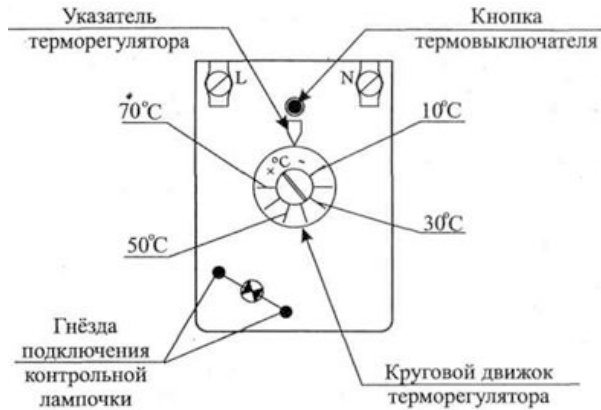

Рисунок 2 - Вариант лицевой панели термостата
- Установка температуры производится путём поворота кругового движка терморегулятора: против часовой стрелки - температуру увеличивают, по часовой стрелке - уменьшают (рисунок 2). Включение термостата и его отключение сопровождается лёгким щелчком.